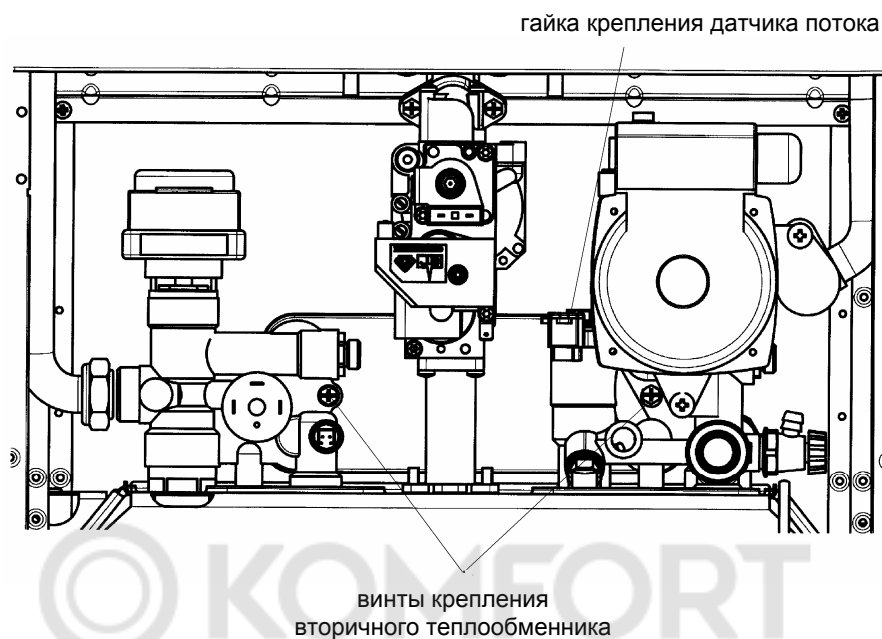

Рис. 23
- отвинтите два винта (прямо перед вами), крепящие теплообменник ГВС, и выньте его (см. рис. 23).
- отверните гайку на блоке датчика потока воды (рис.23);